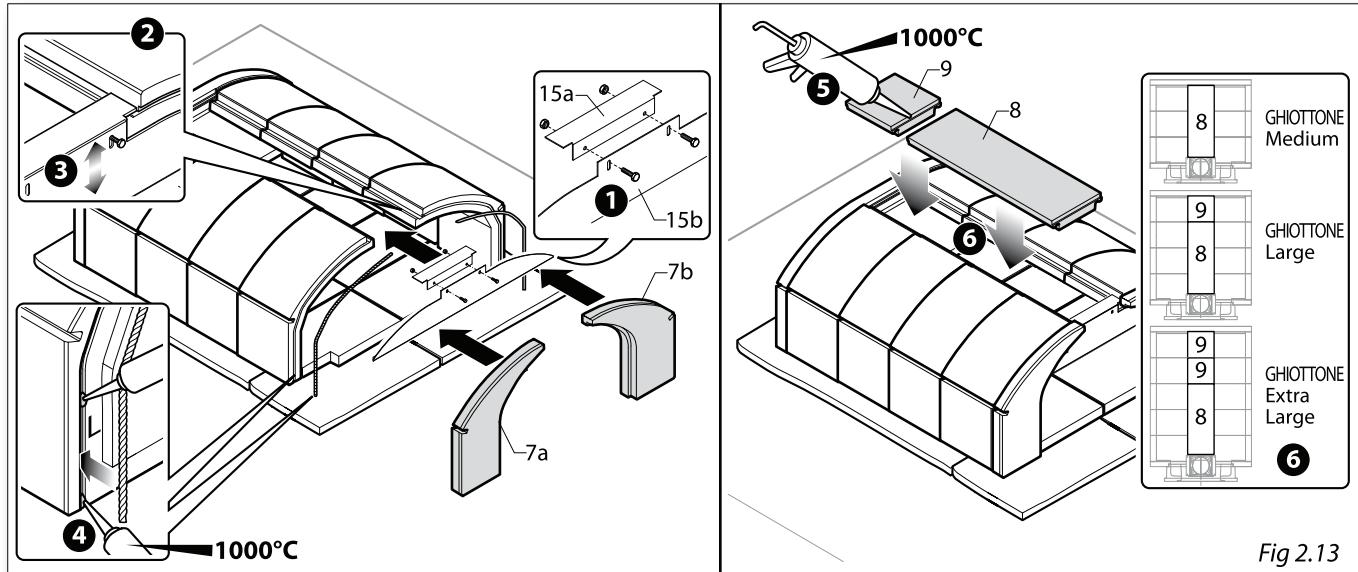

Fig 2.13
- A) Insert the ceramic fiber rope in the preset slit on the back placing it with some silicone joints resistant to high temperatures - over 1000° - (pict. 2.11 part.1). Put the back (1) on the insulating air beds (pict. 2.11 part. 2), put the basis (5-6a-6b) against the back but do not fix them (pict. 2.11-part.3).
C) Unire gli elementi (15a-15b) senza serrare del tutto le viti (fig. 2.13 part.1), posizionarli come nel dettaglio (fig. 2.13 part.2) e, se necessario, effettuare una regolazione verticale tramite le asole (fig. 2.13 part.3) poi serrare del tutto le viti.
Sistemare i due elementi frontali (7a-7b) interponendo tra essi e gli elementi laterali la cordina in fibra ceramica tenuta in posizione con dei punti di silicone resistente alle alte temperature - oltre 1000°- (fig. 2.13 part.4). Siliconare tra i coperchi (8-9) (fig. 2.13 part.5) e posizionarli come indicato in figura (fig. 2.13 part.6).